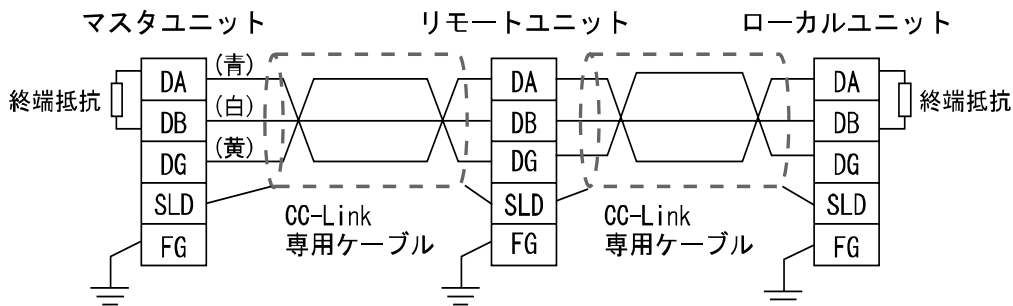

図2
(2) CC-Link システムの両端のユニットには、必ず“DA”-“DB”間に終端抵抗を接続してください。(図 2 参照)